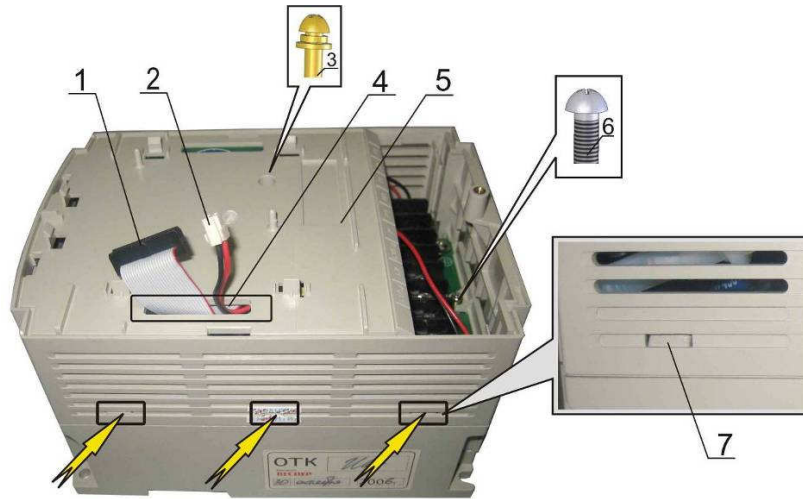

Рис. 7.16
7.8.1. Установить среднюю часть корпуса (5), продев в отверстие (4) разъем (2) провода питания платы ЦП и разъем (1) шлейфа ЦП (рис. 7.16), и приложив к средней части корпуса усилие вниз до щелчка.
Шесть фиксаторов (7) (с двух сторон корпуса) должны войти в отверстия средней части корпуса (5) (рис. 7.16).
7.8.3. Вкрутить винт (3) (рис. 7.16).
7.8.4. Вкрутить, не затягивая, пластмассовый винт (6) (рис. 7.16)